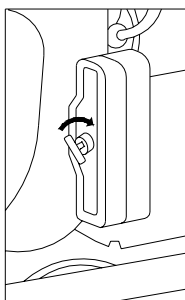

Fig. 8
- Introduire les clés dans le tableau de démarrage du moteur et les tourner vers la droite pour allumer (fig. 8) .